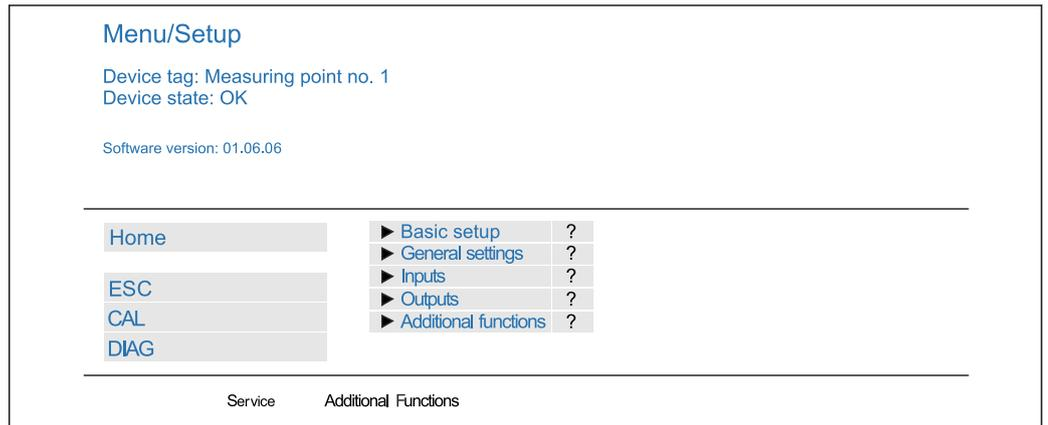

图 46 网页服务器示例（菜单/语言=英文）
3. ▶验证结果（快速显示并导出到 SD 卡）或者 **Additional Functions**（分界线下方的附加菜单→ 图 46）。